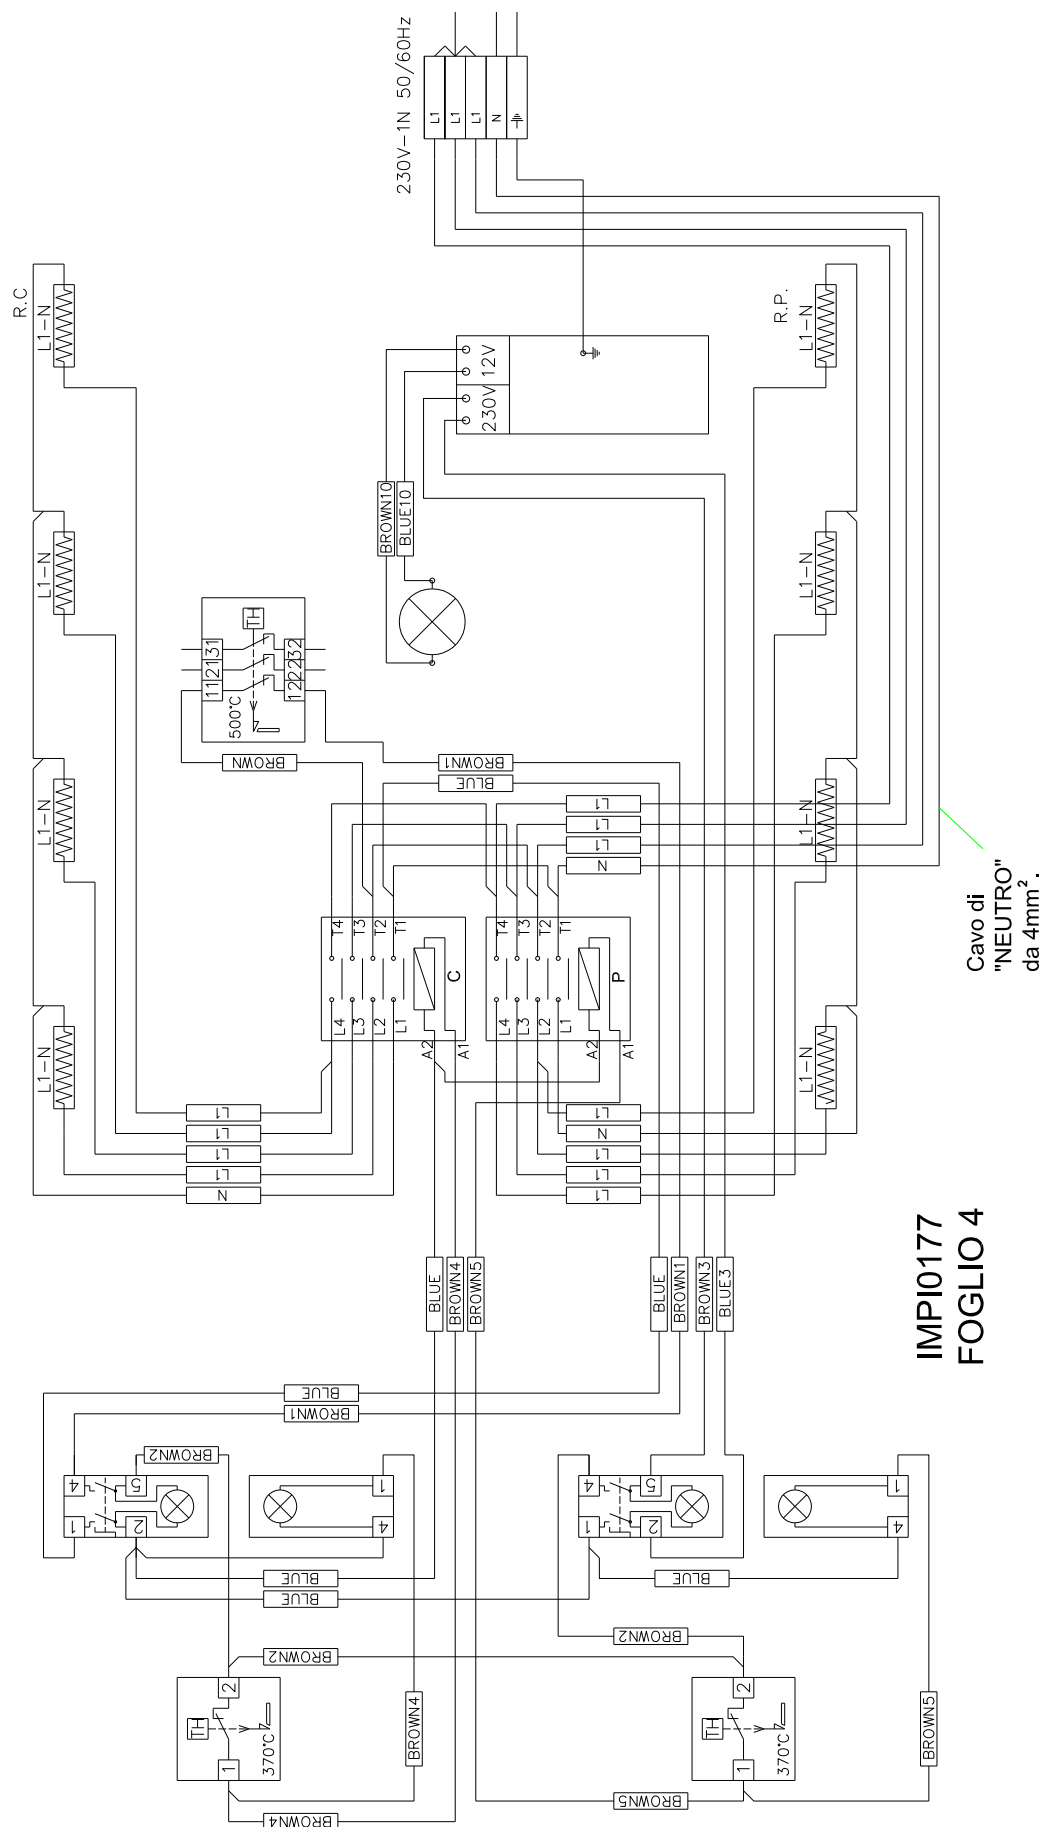

Fig.10-3 Esquema eléctrico PEZ430 mono-cámara, versión a 230 Vac. 1-N
N.B. Para los hornos bicámara PDZ430, versión 230Vac 1-N, a causa de la elevada absorción eléctrica total, tratar cada cámara como un horno monocámara con alimentación eléctrica separada para cada una de las cámaras; ver esquemas eléctricos Fig.10-3.
N.B. Para la versión en 230Vac 1-N de los hornos bicámara PDZ430, ver párrafo 8.3 y esquemas eléctricos Fig.10-3.